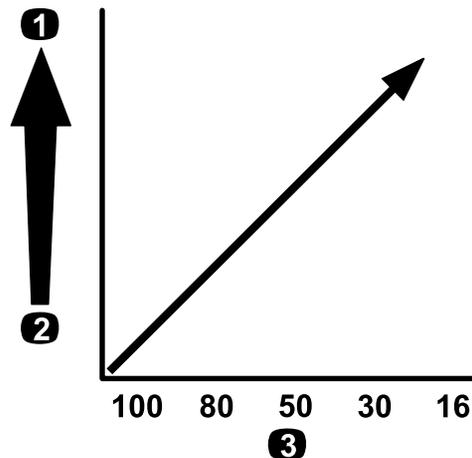

**Figura 15**
**Importante:** Quando pulveriza com soluções ou químicos de maior viscosidade (mais espessos) com pós solúveis, talvez precise de utilizar uma rede de filtro mais grossa para o filtro de pressão opcional; consulte Figura 15.